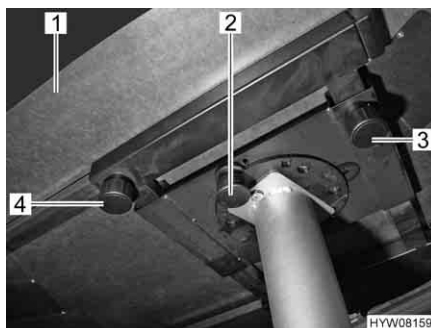

Fig. 51 Tavolo fisso con piede del tavolo ancorato
- Svitare la vite a testa cilindrica zigrinata (Fig. 51,4).
- Spingere il piano del tavolo (Fig. 51,1) nella posizione desiderata.
- Svitare la vite a testa cilindrica zigrinata (Fig. 51,3).
- Premere il tasto (Fig. 51,2) del bloccaggio.
- Ruotare il piano del tavolo (Fig. 51,1) nella posizione desiderata.